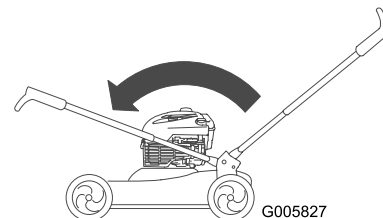

Figura 50
5. Doble el manillar hacia adelante (Figura 50).